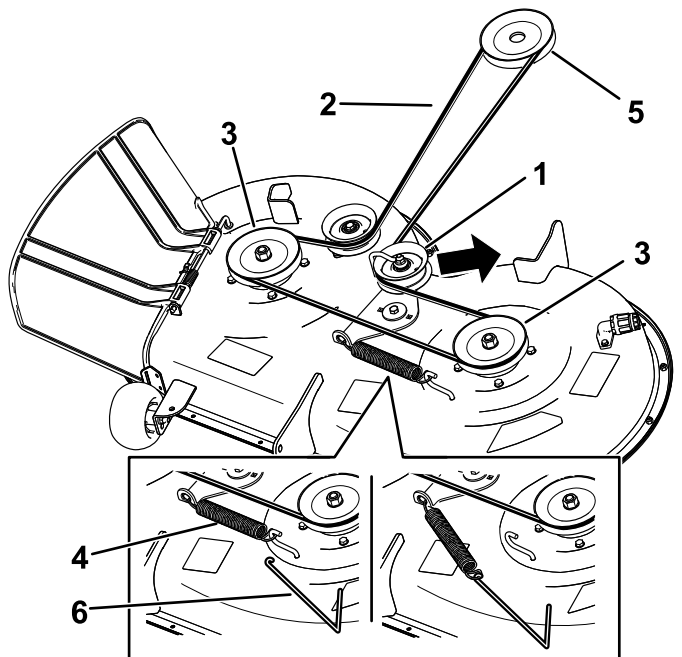

Figure 55
6. À l'aide d'un outil de dépose de ressort (réf. Toro 92-5771), décrochez le ressort du crochet sur le tablier pour détendre la poulie de tension et déchaussez la courroie des poulies (Figure 55).
7. Acheminez la courroie neuve autour des poulies du moteur et du plateau de coupe (Figure 55).
8. À l'aide d'un outil de dépose de ressort (réf. Toro 92-5771), accrochez le ressort à l'ergot sur le plateau pour tendre la poulie de tension et la courroie de plateau du coupe (Figure 55).